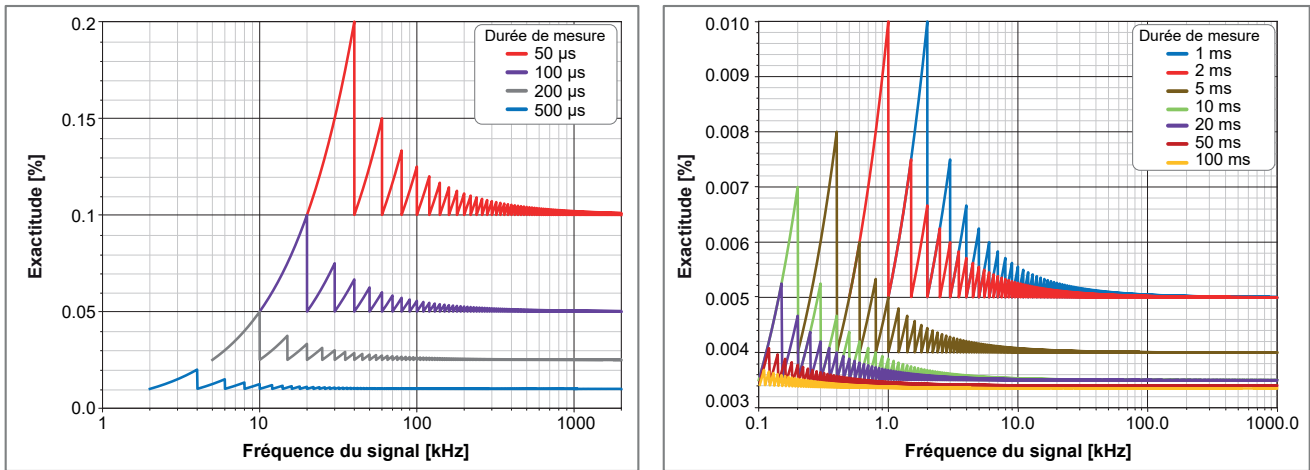
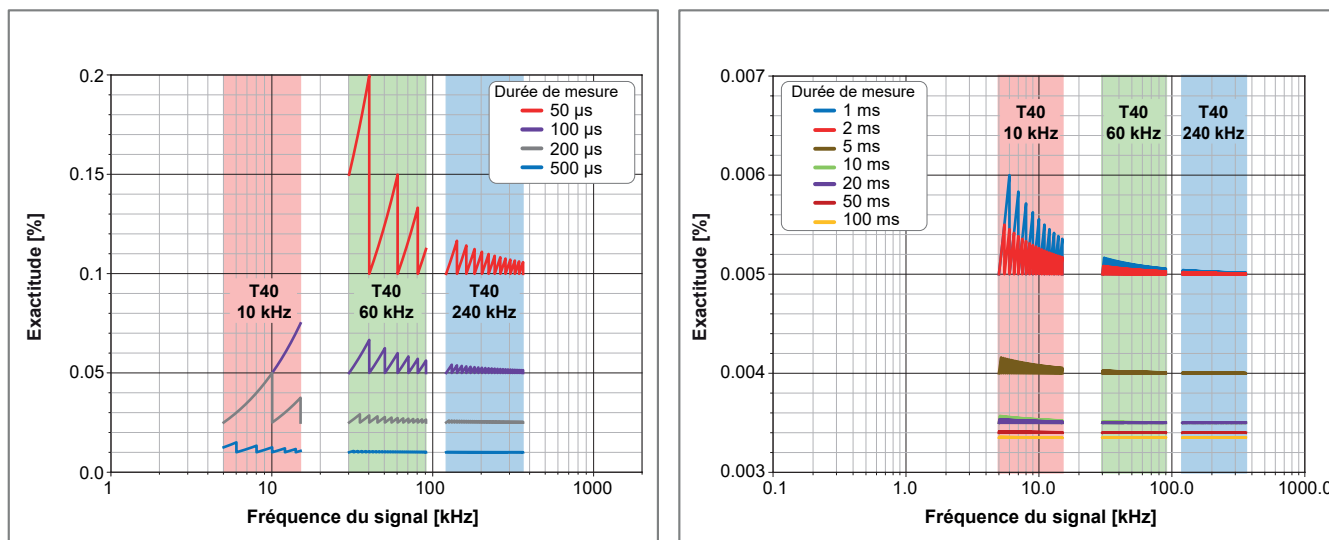
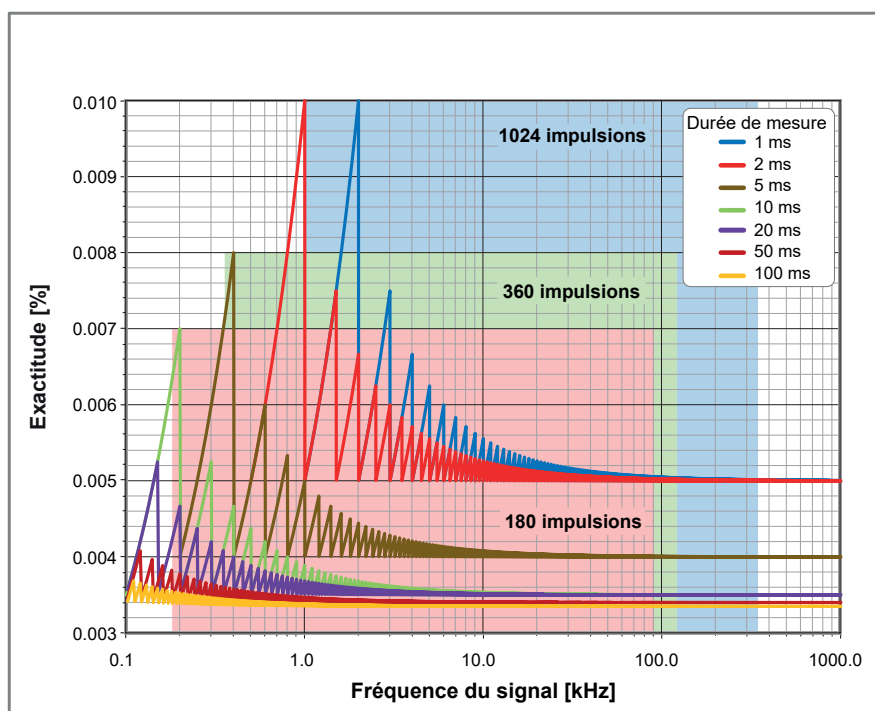

Figure 22 : Inexactitude maximale de la fréquence
Figure 23 : Plage utile du couple en fonction de l'inexactitude et de la durée de mesure
Figure 24 : Plage utile de la vitesse de rotation en fonction de l'inexactitude et de la durée de mesure
- (2) Dans le pire des cas, la fréquence du signal est légèrement inférieure à la valeur affichée, ce qui correspond à la courbe en dents de scie observée sur la Figure 22.
En superposant ces plages utiles aux courbes d'inexactitude du timer de la Figure 22, on obtient la Figure 23 (voir ci-dessous).
En superposant ces plages utiles aux courbes d'inexactitude du timer de la Figure 22, on obtient la Figure 24 (voir ci-dessous).